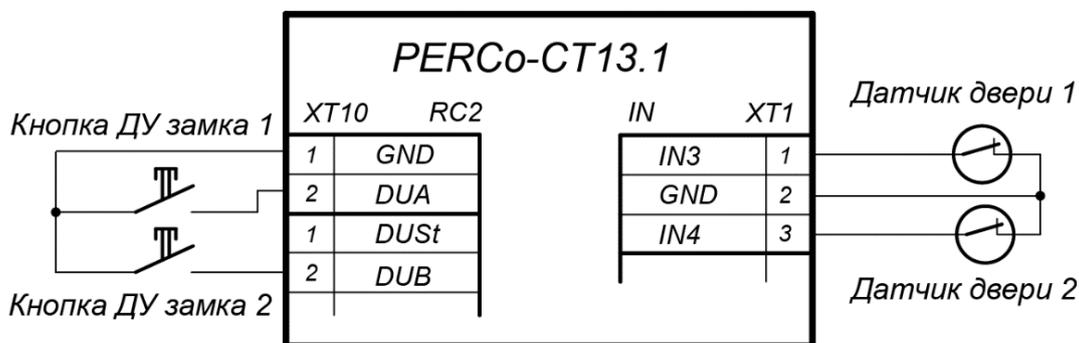

Рисунок 17. Схема подключений кнопок ДУ и датчиков двери
3. Кнопки ДУ «Выход» замков, при необходимости их установки, подключаются к клеммной колодке **XT10** нижней платы контроллера (см. рис. 17).
4. Датчик двери (геркон) подключается к клеммной колодке **XT1** нижней платы контроллера (см. рис. 17). Датчик двери с замком, управляемым выходом **OUT3**, подключается к входу **IN3**, выходом **OUT4** – к входу **IN4**. Датчик двери должен быть смонтирован таким образом, чтобы при закрытой двери обеспечивалось устойчивое его срабатывание.